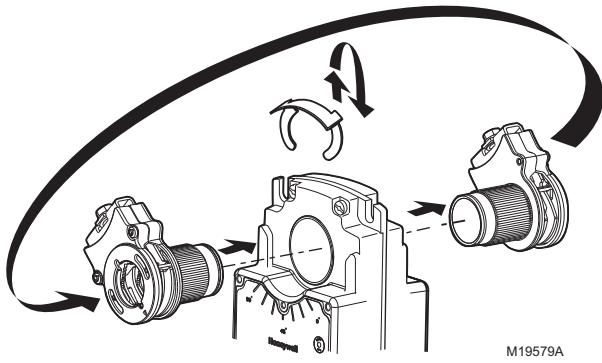

Fig. 31. Colocación del acoplador del eje al actuador en el lado opuesto.
- (1) Los actuadores MS7505 vuelven a posicionar el interruptor de selección de la señal de control; actuadores MS7103 solamente de 2-10 V CC (no es posible la reversión), o
- (2) Para cambiar la dirección del muelle de recuperación: retire, voltee y reemplace el actuador en el soporte.
- d. Desplace el acoplador del actuador al lado opuesto del actuador, tal como se muestra en la Fig. 31.
- (1) Quite el sujetador de retención del acoplador del eje y déjelo a un lado para usarlo más adelante.
- (2) Quite el acoplador del eje que se encuentra en un lado del actuador.
- (3) Reemplace el acoplador del eje en el lado opuesto del actuador, y alinéelo según la etiqueta de desplazamiento.
- (4) Reubique el sujetador de retención en el acoplador del eje usando la ranura del acoplador.